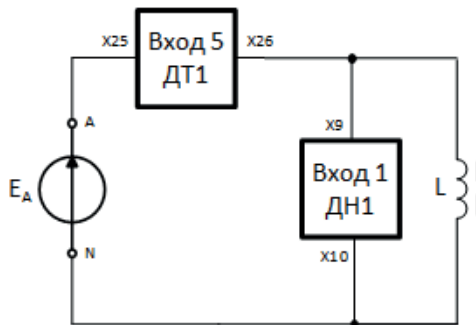

Рис.11
3.5. Собрать электрическую цепь для исследования цепи переменного тока, содержащей только реальную индуктивность (рис. 11). Представить схему для проверки преподавателю.